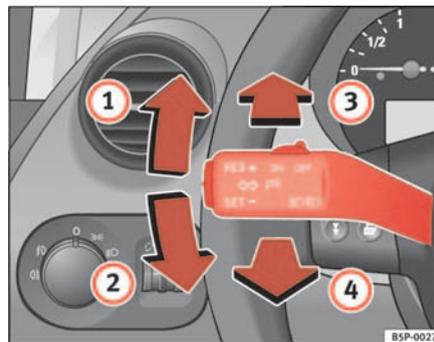

Fig. 78 Leva degli indicatori di direzione e degli abbaglianti
- Spingere la leva verso l'alto (fino al riscontro) ⇒ pag. 119, fig. 78 ① se si vuole mettere la freccia **a destra**; verso il basso ② invece, per mettere la freccia **a sinistra**.
- Per accendere gli abbaglianti si deve spingere in avanti la leva ⇒ pag. 119, fig. 78 ③.